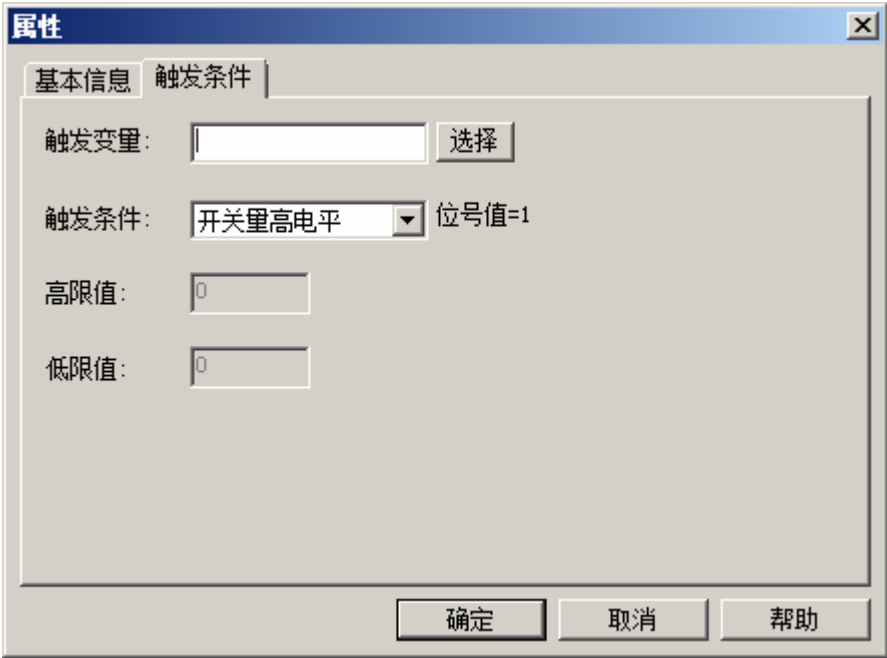

图 8-3 事件型任务触发条件设置
3. 主任务、启动任务和周期任务下的程序的属性设置到此结束。事件型任务下的程序可单击“触发条件”页，界面如图 8-3所示。